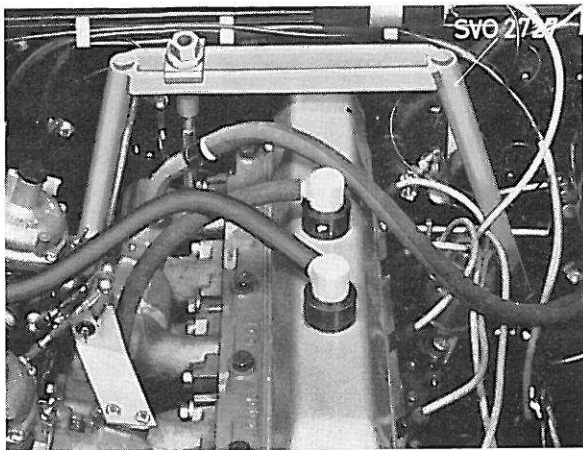

Figure 6. Suspension du moteur
1. Fixer le dispositif de levage 2727 sur le moteur comme le montre la figure 6. Adapter le crochet de levage à la tubulure d'échappement (à condition qu'on dispose du dispositif 2727. Ce dispositif ne se fabrique plus).